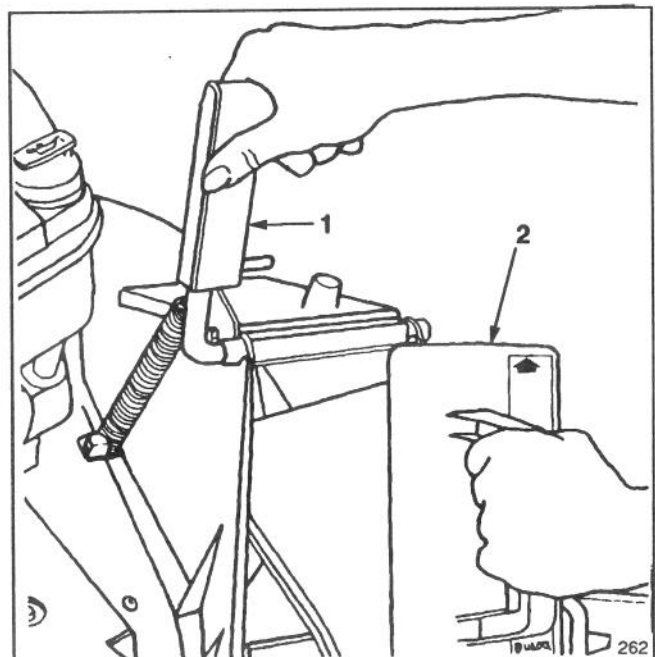

Figure 10
1. S'assurer que le moteur est arrêté. Tirez la poignée de la porte de l'éjecteur vers soi pour l'ouvrir (la porte se rabat vers l'intérieur) (Fig. 10). Maintenir la poignée en position d'ouverture pour empêcher que le ressort ne referme la porte pendant l'insertion de l'obturateur.
2. L'obturateur étant légèrement plus large que l'ouverture du conduit de l'éjecteur, lui imprimer un léger mouvement vers la droite pour l'insérer (Fig. 10). La flèche apposée sur l'obturateur doit pointer vers le haut.